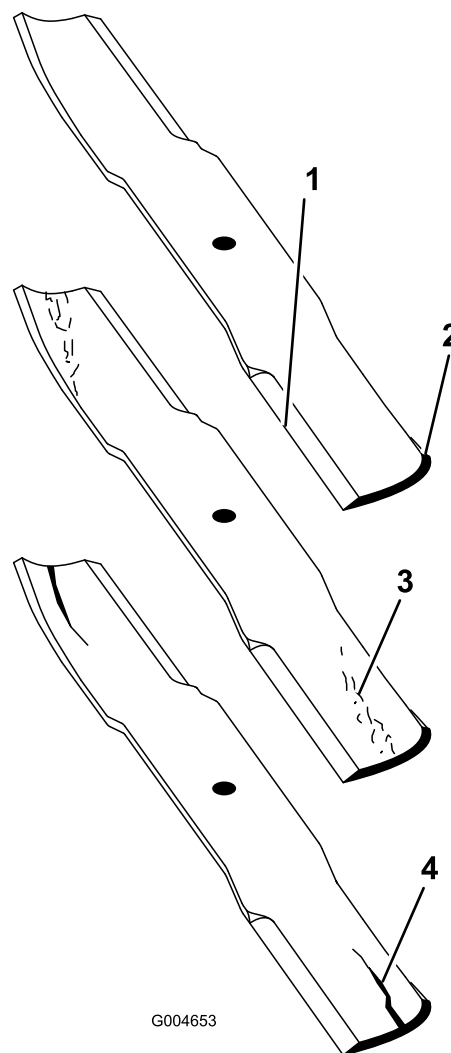

Bild 88
2. Prüfen Sie die Schnittkanten des Messers sorgfältig, insbesondere dort, wo die geraden Flächen die gebogenen berühren (Bild 88). Da Sand und anderes reibendes Material das Metall abschleifen kann, das die flachen und die gebogenen Teile verbindet, müssen Sie das Messer vor jedem Einsatz des Rasenmähers prüfen. Wenn Sie Abnutzungen (Bild 88) feststellen, sollten Sie das Messer auswechseln.